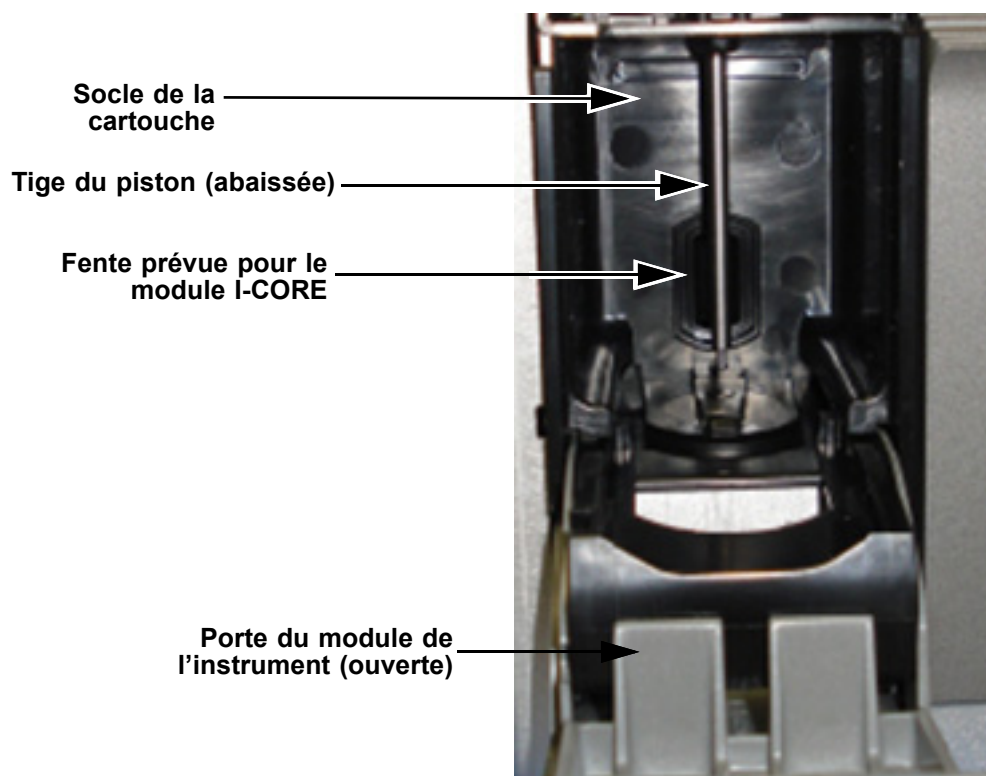

Figure 9-5. Tige du piston abaissée dans le socle de cartouche
- 6. Dans la boîte de dialogue Maintenance tige de piston, le nom du bouton **Nettoyer** change en **Remonter** (si vous cliquez sur le bouton **Nettoyer tout**, il change en **Remonter tout**). Sur l'instrument, les tiges de pistons des modules sélectionnés (ou de tous les modules si vous aviez cliqué sur le bouton **Nettoyer tout**), descend dans les socles de cartouches. Consultez la Figure 9-5.
La présence de liquide à l'intérieur du module I-CORE peut endommager celui-ci. Ne touchez pas la fente sur le module I-CORE dans laquelle est inséré le tube réactionnel de la cartouche (cf. Figure 9-5).